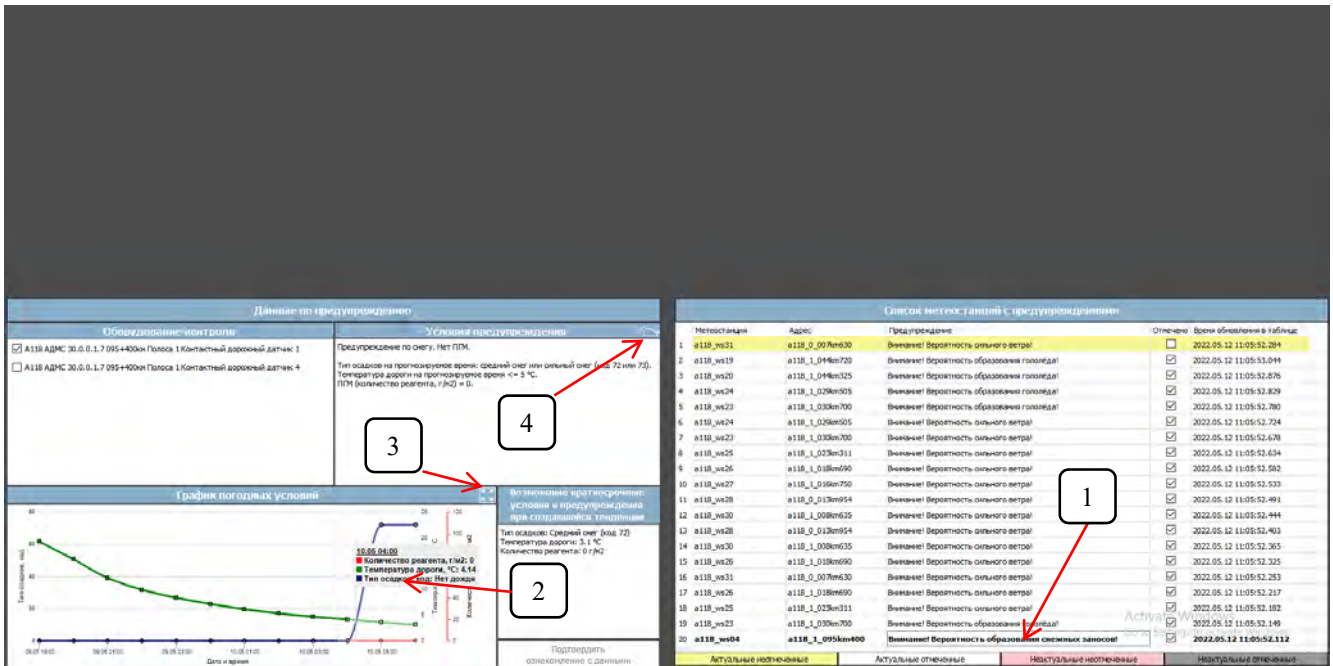
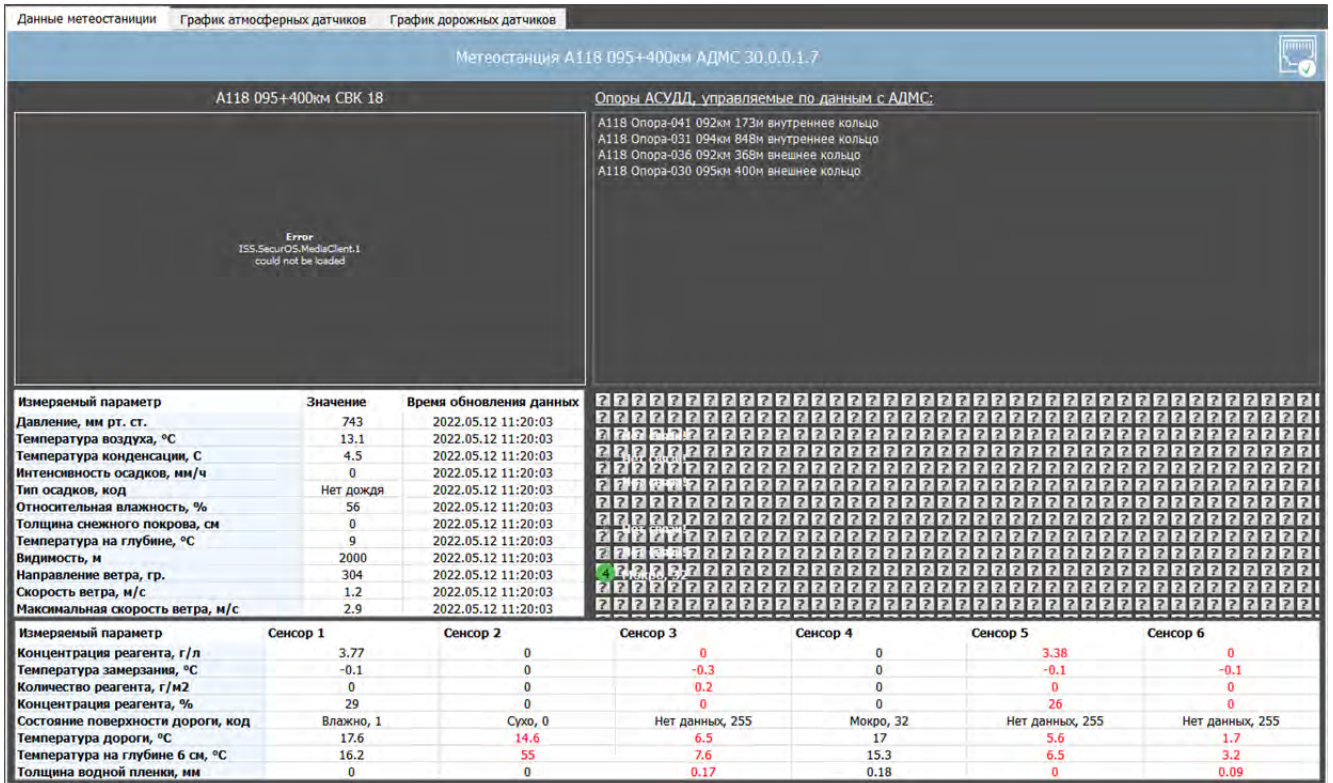

Рисунок 3.7.2 Информация о времени создания предупреждения и описание кривых графика
Рисунок 3.7.4 Окно с данными выбранной АДМС
В окне «Список метеостанций с предупреждениями» (6) расположен перечень метеостанций, у которых сработало предупреждение. При наведении курсора мыши на строку из перечня АДМС во всплывающем окне появится информация о времени создания предупреждения (1) (рис.3.7.2). А при наведении курсора на График во всплывающем окне появится описание кривых графика (2) (рис. 3.7.2).
Чтобы посмотреть подробности предупреждения с конкретной АДМС, необходимо выделить интересующую АДМС нажатием на нее ЛКМ. Затем в окне «Условия предупреждения» нажать ЛКМ на иконку (4) (см. рис. 3.7.2). При этом на экране откроется окно с данными выбранной АДМС (рис. 3.7.4):